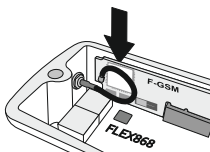

Abb.6. Anordnung des Antennenkabels.
- Stecken Sie das Ende des Antennenkabels in die U.FL-Antennenbuchse der Karte und achten Sie dabei auf die richtige Positionierung des Antennenkabels (Abb. 6)